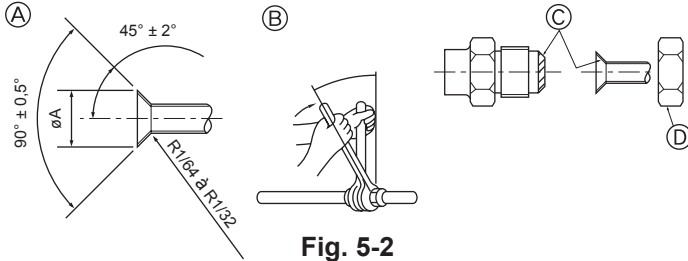

Fig. 5-2
5.2. Connexion des tuyaux (Fig. 5-2)